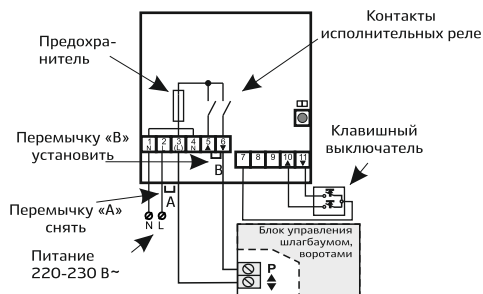
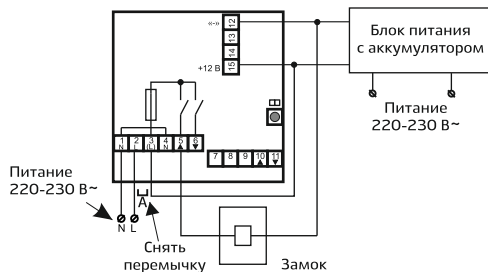

Рис. 2. Подключение к пошаговому входу
Рис. 3. Подключение к замку
**Режим короткой команды.** Применяется для управления сторонней автоматикой: блоками управления шлагбаумов, секционных, распашных, откатных ворот (см. рис. 2 и рис. 3). Длительность команды — 1,5 с.
**Дверной режим.** Применяется для управления электромагнитными и электромеханическими замками для дверей и калиток. Длительность команды устанавливается до 180 с. Заводская установка — 3 с (см. рис. 3).